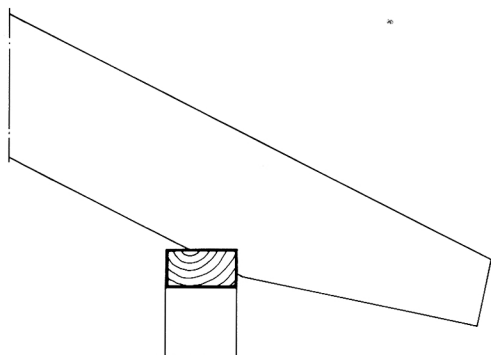

Fig. 06
- 06 Ved yttervegg må sperren stiftes til loftsbjeldene eller sikres avstiving på annan måte. Sperrene kammes ned på svill eller bjelde slik at de får et horisontalt opplegg, se fig. 06.